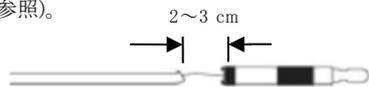

図 7
- (3) 開いたコイルデリバリープッシャーの両端をそとと分離する。次に、放射線透視下でコイルデリバリープッシャーの近位側を約2~3 cm引き、塞栓用コイルの離脱を確認する(図7参照)。